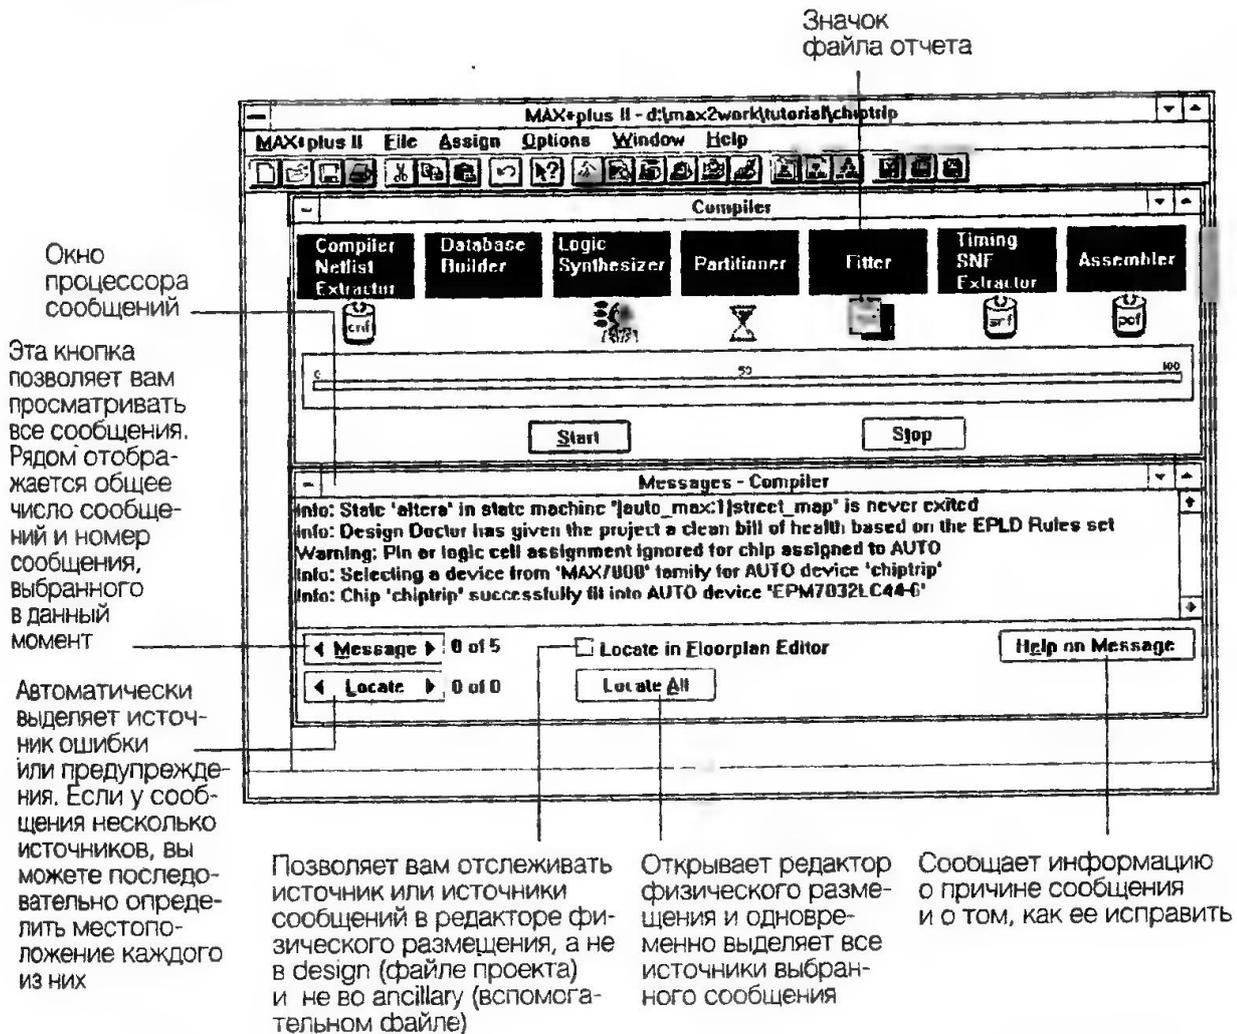
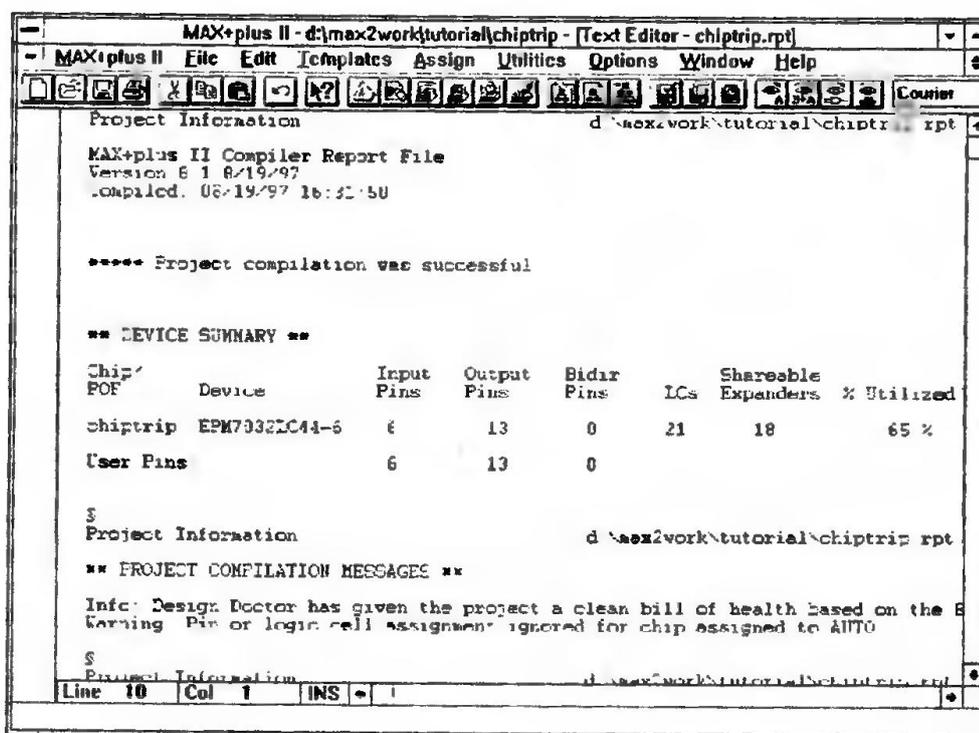

Рис. 2.40
Рис. 2.43
ется короткой, и вам не придется долго ждать ее окончания. Для более сложного проекта, когда компиляция может быть длительной, вы сможете запустить компилятор и затем переключиться на другое приложение для продолжения вашей работы. Когда компиляция закончится, под модулями появятся значки, представляющие выходные файлы, генерируемые компилятором. Вы можете открыть любой из них посредством двойного щелчка кнопки 1 на значке соответствующего файла. В результате компиляции **chiptrip** также генерируются четыре информационных сообщения, как показано на рис. 2.40.
1. Дважды щелкните кнопку 1 на значке файла отчета в окне компилятора, как показано на рис. 2.40. На экране отобразится файл отчета в окне текстового редактора, как показано на рис. 2.43.